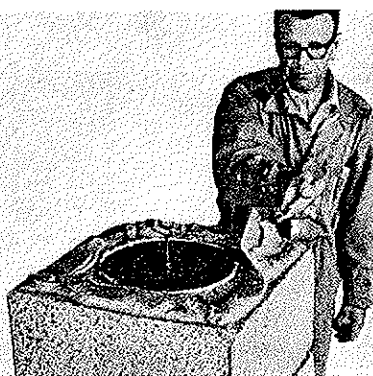

Fig. 6 Montaselokket legges oppå for å oppta mørtelspill fra videre muring.
6.413 Montaselokket legges oppå mineralullforingen for å oppta mørtelspill fra videre muring. (Fig. 6.)